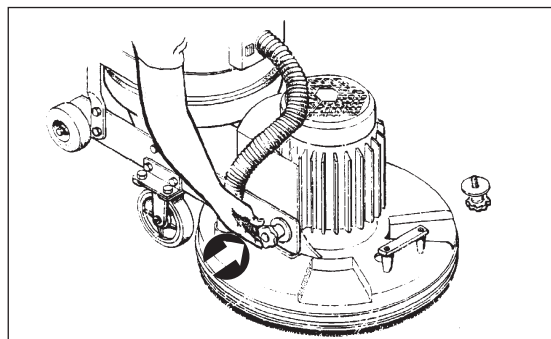

Рисунок 2
4. Снимите обе рукоятки с шлифовального устройства и отсоедините его от рамы тележки. (См. Рисунок 2)